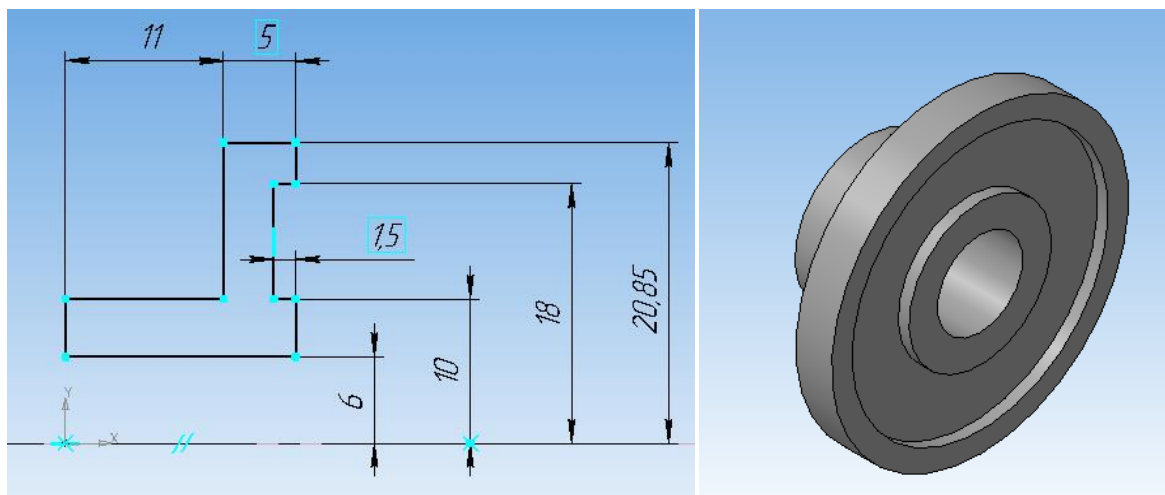

Рисунок 104.
2. Выберите команду «Операция вращения» и создайте объект (рисунок 104).